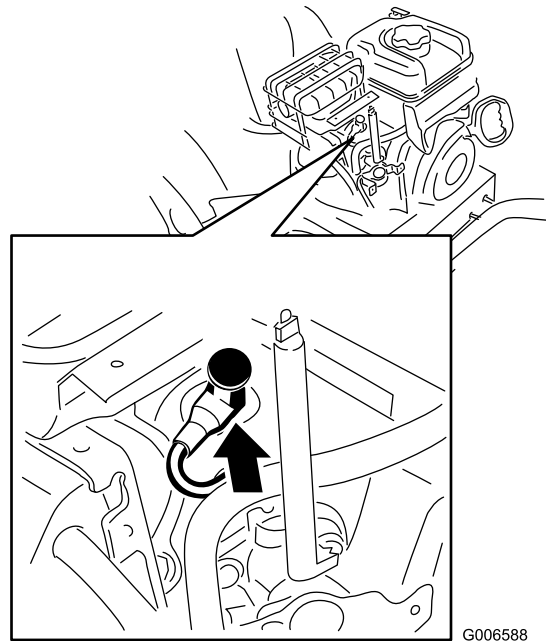

Bild 44
4. Reinigen Sie den Bereich um den Anschluss der Zündkerze (Bild 44).